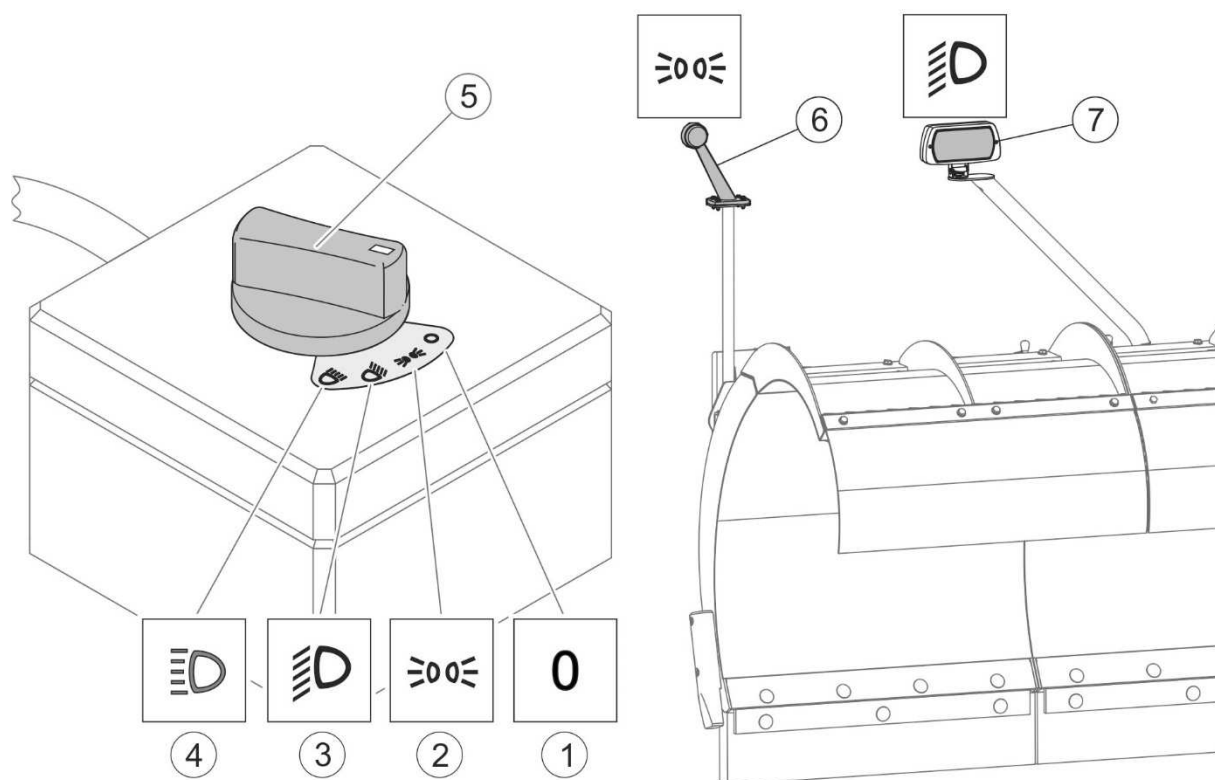

РИСУНОК 4.14 Включение световой сигнализации. (версия снегоотвала с гидравлической системой - 2 пары быстроразъемных соединений)
(1) - светосигнализация выключена; (2) – включен габаритный фонарь; (3) – включен ближний свет и габаритный фонарь; (4) – включен дальний свет и габаритный фонарь; (5) – переключение световой сигнализации; (6) – лампа габаритного фонаря; (7) – лампа дополнительной световой сигнализации (ближнего и дальнего света) (опция).
Снегоотвал оснащен габаритным фонарем (6) (РИСУНОК 4.14) и опционально дополнительной световой сигнализацией (ближним и дальним светом) (7). В снегоотвале с управлением от внешней гидравлики транспортного средства через 2 пары быстроразъемных соединений включение световой сигнализации осуществляется при помощи переключателя (5). После перевода переключателя в положение (2) происходит включение габаритных фонарей (6). Лампы дополнительной световой сигнализации (7) (опция) включаются после перевода переключателя (5) в положение (3) (ближний свет) или (4) (дальний свет). Выключение габаритных фонарей и дополнительной световой сигнализации происходит при переводе переключателя (5) в положение (1).